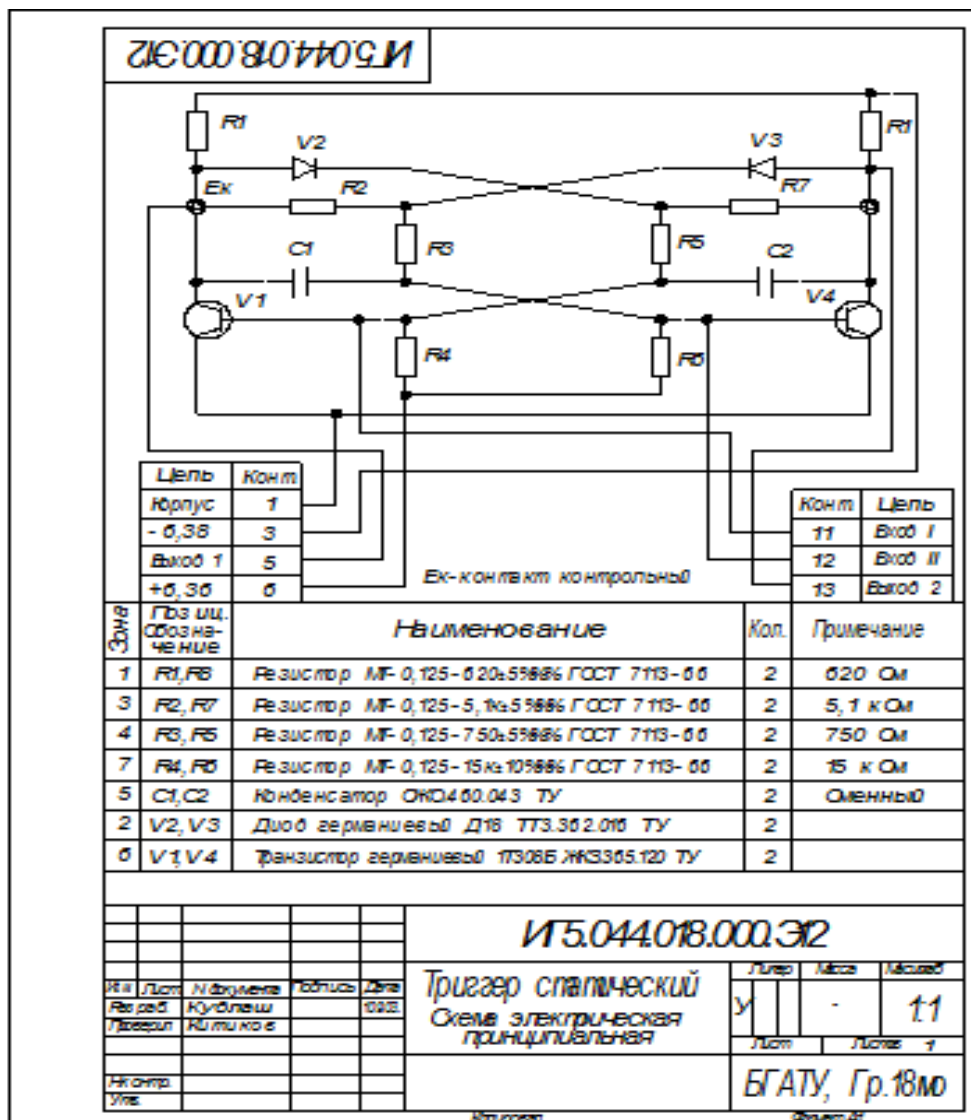

Рис.1 Пример электрической принципиальной схемы
На поле электрической принципиальной схемы допускается помещать указания о марках, сечениях и расцветках проводов и кабелей, а также указания о специфических требованиях к электромонтажу (см. рис.1).
1. Прочитайте электрическую принципиальную схему (рис.1).